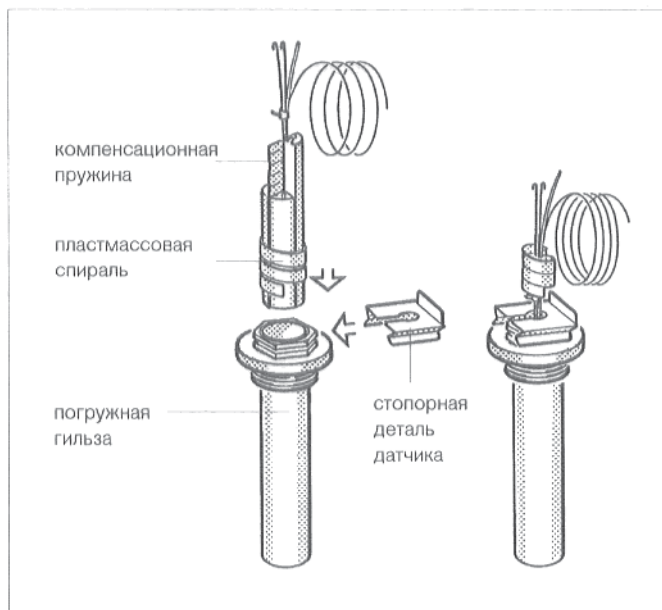

Рис. 17: погружная гильза и датчик температуры
- Вставить датчик температуры до упора в погружную гильзу. При этом, пластмассовая спираль автоматически отходит назад. Компенсационная пружина также должна быть вставлена в погружную гильзу (рис. 17).
- Прижать стопорную деталь датчика (комплект поставки) сбоку или сверху на головку погружной гильзы (рис. 17).